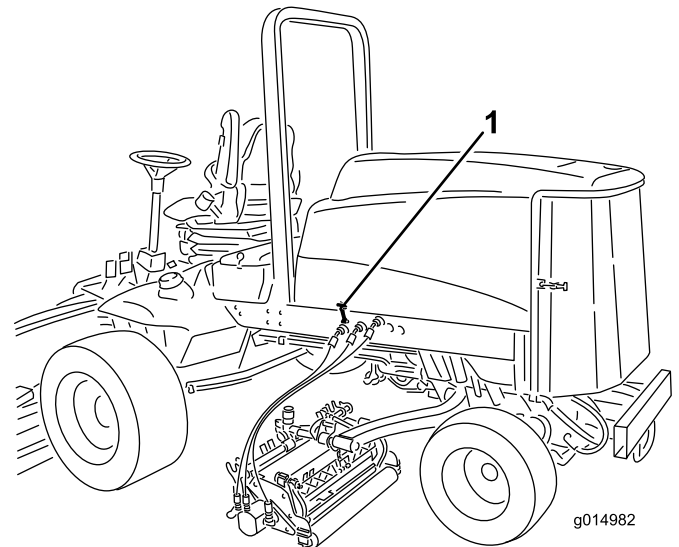

Figura 31
2. Desbloquee los cierres del capó y abra el capó (Figura 31).